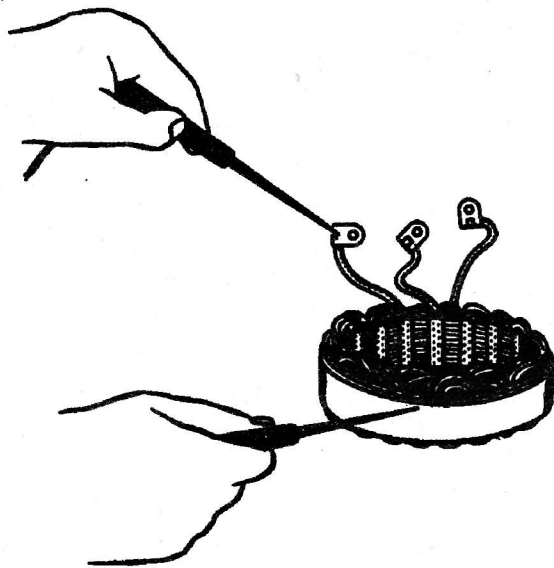

Рис. 233. Проверка на отсутствие замыкания катушек статора на корпус
**Статор.** С помощью прибора 533 или контрольной лампы, включенной в сеть переменного тока (рис. 233), проверить отсутствие замыкания катушек статора на корпус.